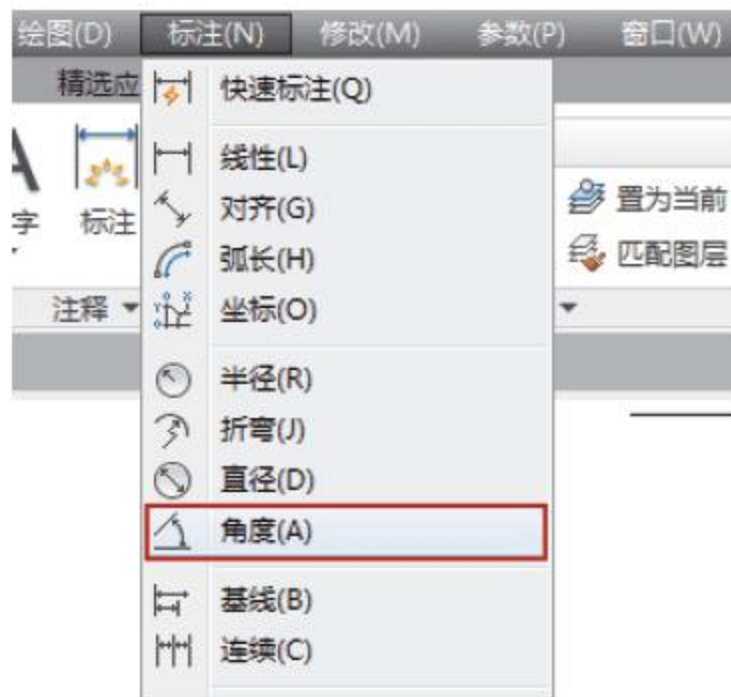

图5-67 选择命令
- 菜单栏：选择菜单【标注】|【角度】命令，如图5-67所示。